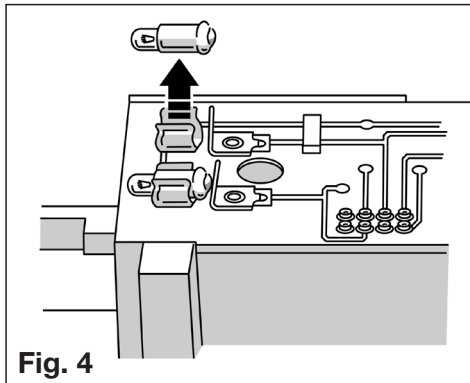
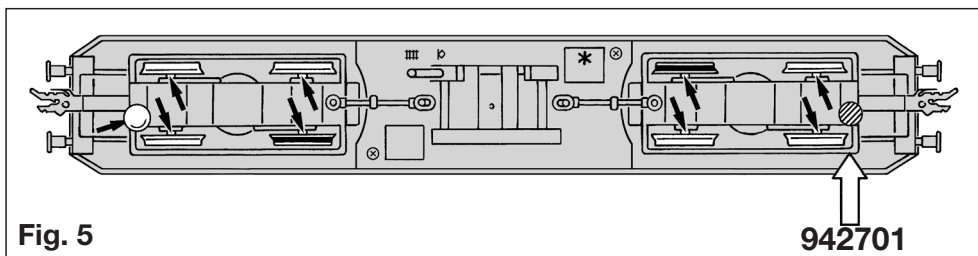

Fig. 4
Fig. 5
Lubrificazione: Assi devono essere lubrificati solo nei punti appositamente marcati (fig. 5). Utilizzare solo olio FLEISCHMANN 6599. Usare soltanto una piccola per ogni punto di oliatura (→), altrimenti si rischia di oliare troppo. Per il dosaggio utilizzare l'ago di cui è provvisto il tappo di chiusura del flacone dell'olio. **Mai lubrificare i cuscinetti del motore!**
Sostituzione lampade: Estrarre la lampadina dal portalampada tirandola verso l'alto (fig. 4).
Nul posto segnato può essere installato il **dispositivo di comando 942701** (fig. 5).
* Questo asterisco contrassegna il "lato comune" della locomotiva che conduce a massa (fig. 5).
Ölen: Geölt werden die Achsen nur an den gekennzeichneten Stellen (Fig 5). Nur **FLEISCHMANN-Öl 6599** verwenden. Nur ein kleiner Tropfen pro Schmierstelle (→), sonst Überölung. Zur Dosierung die in der Verschlusskappe der Ölflasche angebrachte Nadel verwenden.
Glühlampe aus der Halterung nach oben herausziehen (Fig. 4).
An der markierten Stelle kann der **Schaltmagnet 942701** befestigt werden (Fig. 5).
* Dieser Stern bezeichnet die masseführende "gemeinsame Seite" der Lok (Fig. 5).
Oiling: The axles should only be lubricated at the points indicated (fig. 5). Only use **FLEISCHMANN-oil 6599**. Only put a tiny drop in each place (→), otherwise it will be overoiled. An applicator needle is located in the cap of the oil bottle for your use. **Under no circumstances should the motor bearings be oiled! The motor is maintenance free!**
Bulb Changing: Pull the bulb upwards out of the socket (fig. 4). **Spare Bulb (white): 00006538 (DCC: 00006535) · Spare Bulb (red): 00006539 (DCC: 00009531) · Spare Traction Tyres: 00544006 · Spare Motor: 00504355** The indicated point can be used for locating the **switching magnet 942701** (fig. 5).
* This star indicates the so called "common side" of the loco (fig. 5). **The motor brushes are not exchangeable.**